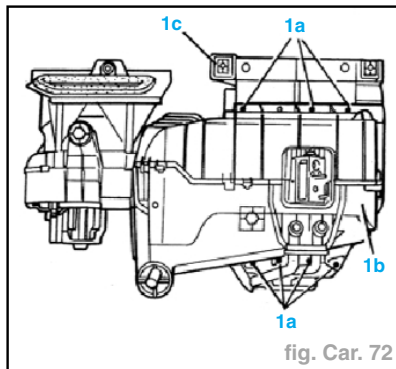

fig. Car. 72
- Dévisser les vis (1a) pour séparer le boîtier de l'évaporateur (1b) du boîtier du réchauffeur (1c) (fig. Car. 72).